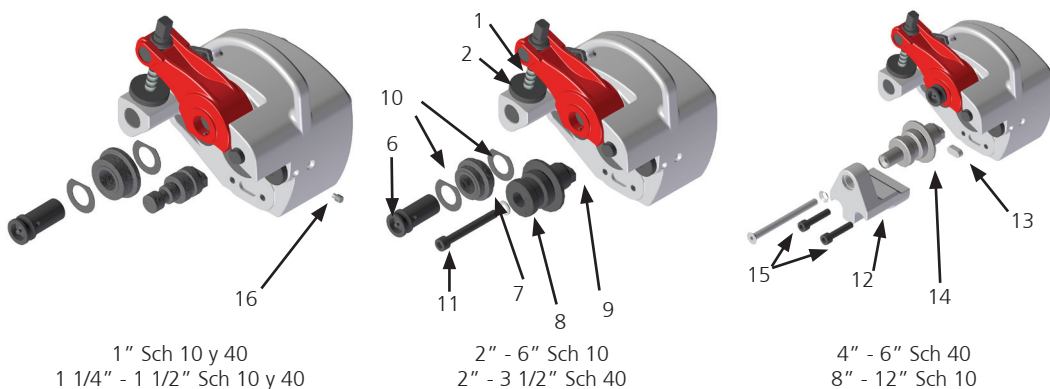

Figura 4
- Sobre un banco o en el suelo, gire en sentido antihorario el tornillo de avance para "levantar" del todo el rodillo superior (ver figura 4, n.7) del husillo de arrastre (ver figura 4, n.8).
- Afloje el espárrago de fijación del porta rodillo (ver figura 4, n.9) y extraiga el eje de rodillo (ver figura 4, n.6).
- Extraiga el rodillo superior y las arandelas de ajuste (ver figura 4, n.10) del porta rodillo.
- Afloje el tornillo del husillo de arrastre (ver figura 4, n.11).
- Si el nuevo husillo de arrastre es para tubos de 1 o 1 1/4-1 1/2, fíjelo apretando el tornillo (ver figura 4, n.16)
- Si el nuevo husillo de arrastre es para tubos de 4 a 6 pulgadas Sch 40, ó de 8 a 12 pulgadas de Sch 10 (ver figura 4, n.14), coloque el soporte de husillo (ver figura 4, n.12) y fíjelo guiando con la chaveta (ver figura 4, n.13) y apretando los tornillos (ver figura 4, n.15).